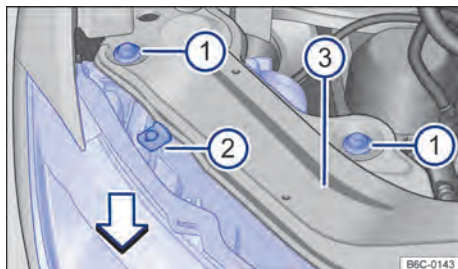

Fig. 168 No compartimento do motor: parafusos de fixação do farol dianteiro.
- Remover os parafusos de fixação → Fig. 168 ❶ com o auxílio de uma chave torx.
- Mover o farol para frente, no sentido da seta → Fig. 168, até que os dois cliques da parte inferior desencaixem e possibilite a remoção do farol.
- Desencaixar o conector de alimentação, para remover totalmente o farol → ❶.
- Recolocar o farol cuidadosamente até que os dois cliques inferiores encaixem e o batente superior → Fig. 168 ❷ encoste no suporte do farol ❸.
- Recolocar os parafusos de fixação ① na carcaça do farol.
- Pressionar o farol contra o batente central superior ② e apertar os parafusos ① com a chave torx.